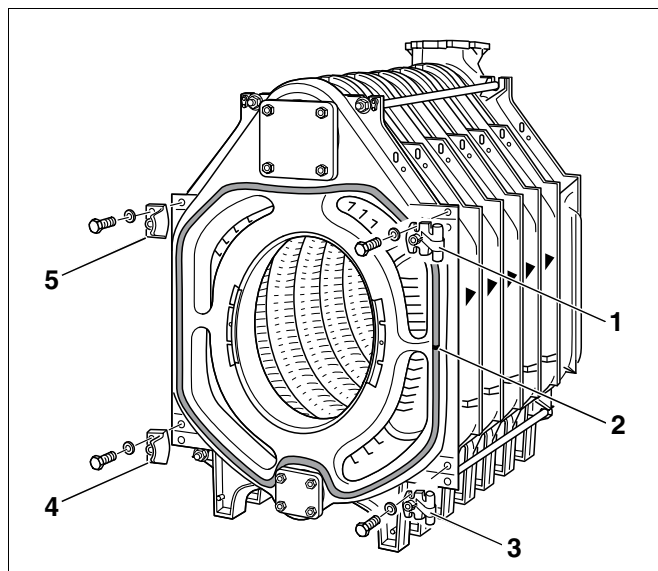

Рис. 31 Установка шарнирных крюков и запорных планок
- Через 15-20 см нанести несколько капель клея в пазы для уплотнения (рис. 31, **поз. 2**) на передней секции котла (рис. 31).
- Уложить шнур GP в паз передней секции. При этом место стыка уплотнительного шнура должно быть сбоку (рис. 31, **поз. 2**).
- Закрепить шарнирные крюки (при навеске дверцы справа) двумя болтами M12 x 55 на передней секции котла (рис. 31, **поз. 1 и 3**). Для навески дверцы слева закрепить крюки соответствующим образом с левой стороны.
- Закрепить запорные планки со скошенным ребром для дверцы горелки (при навеске справа) двумя болтами M12 x 55 на передней секции котла (рис. 31, **поз. 4 и 5**). Для навески дверцы слева закрепить планки соответствующим образом с правой стороны.